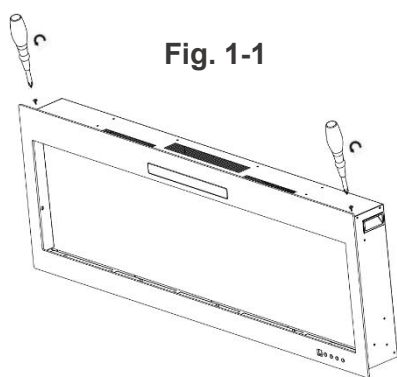

Fig. 1-1
M. Retirez les vis des deux côtés. (**Fig. 1-1**)